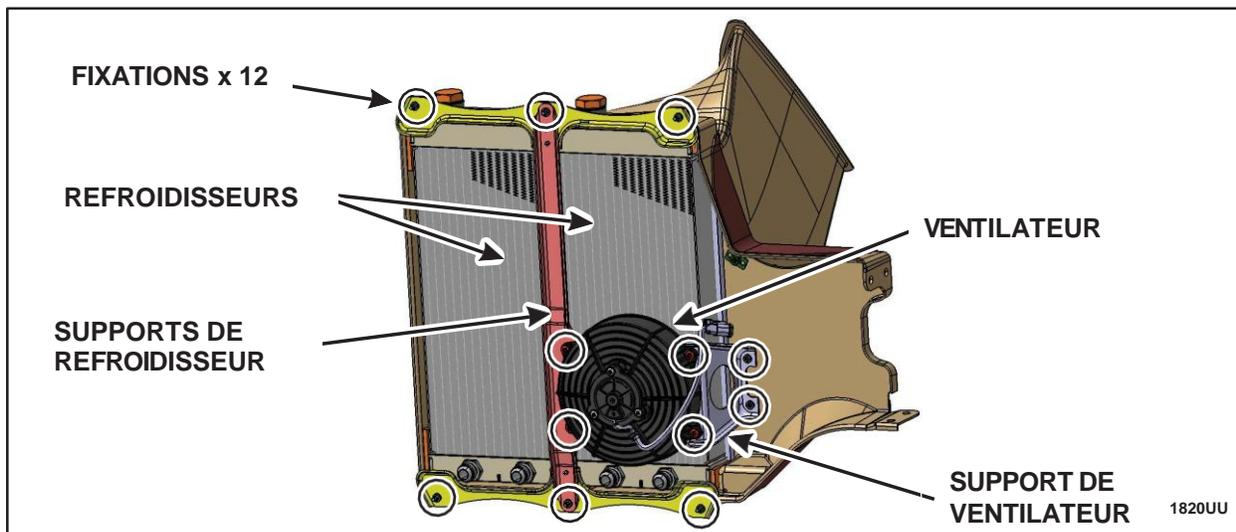

FIGURE 6
8. Déposer le ventilateur, les supports et les refroidisseurs de la gaine. Mettre au rebut les supports, les refroidisseurs et toutes les fixations. (Figure 6)